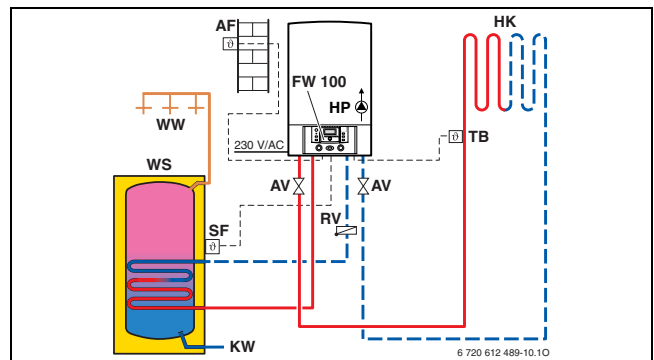

Bild 11 Beispiel mit witterungsgeführtem Regler FW 100 und Fußbodenheizung bis 1000 l/h
- Einsatz einer hydraulischen Weiche bei sauerstoffdichtem Rohr: bei Fußbodenheizungen mit einer Wassermenge unter 1000 l/h kann die hydraulische Weiche wie in Bild 11 entfallen (siehe dazu auch Merkblatt für Fußbodenheizungen 7 181 465 172).